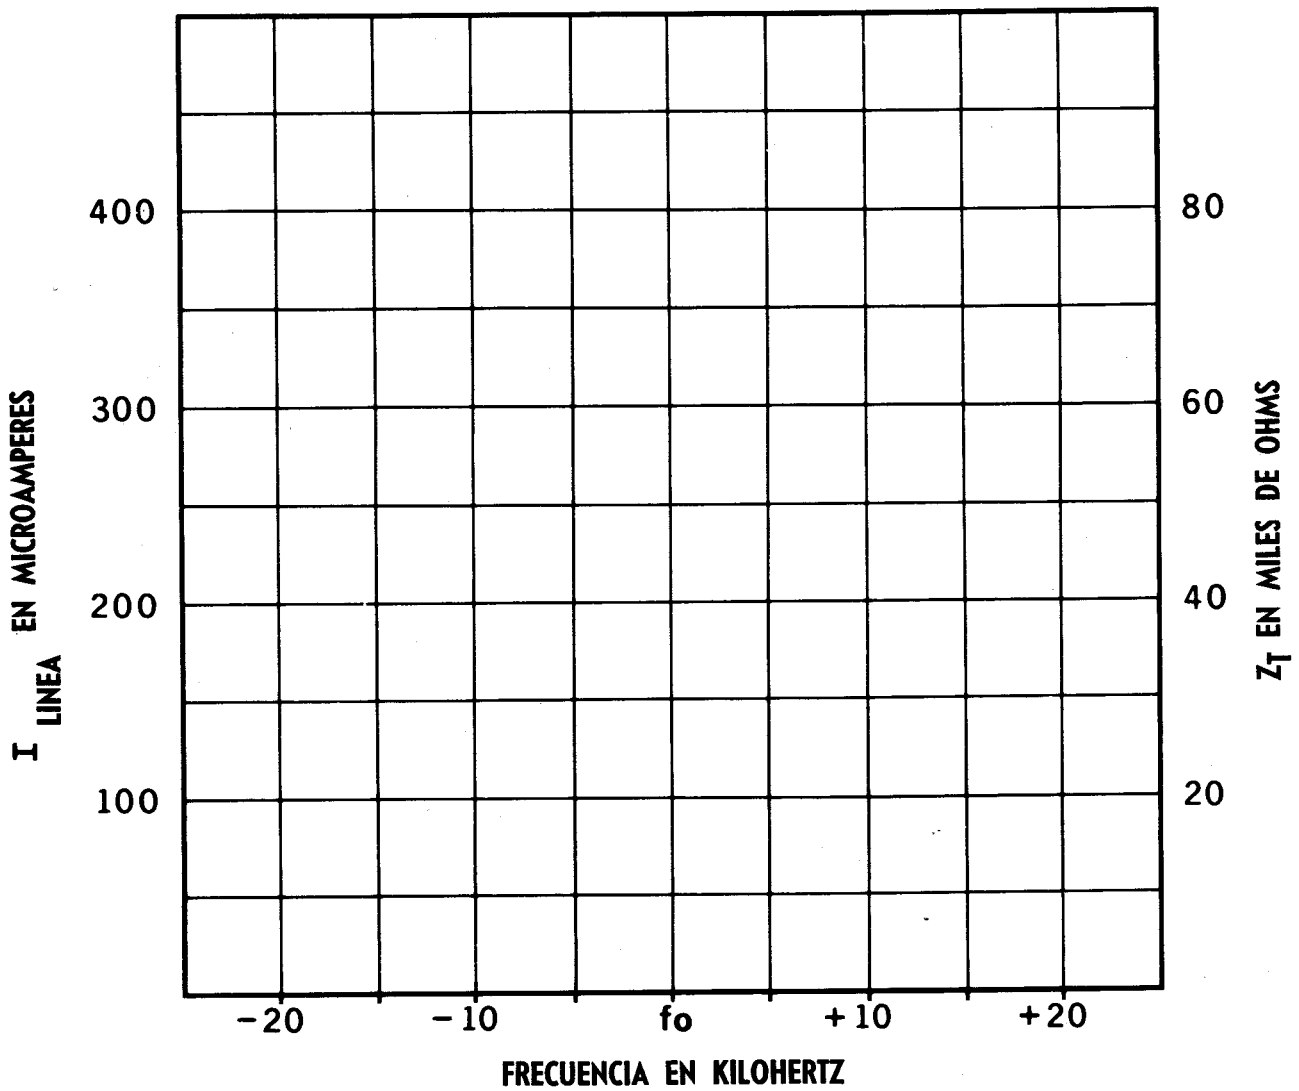

Fig. 39-2
10. Complete la gráfica de la Fig. 39-2 para la $I_{línea}$ y la Z_{tanque} , para cada frecuencia en la lista de la tabla. Tome los datos de las mediciones y los cálculos del experimento 9.